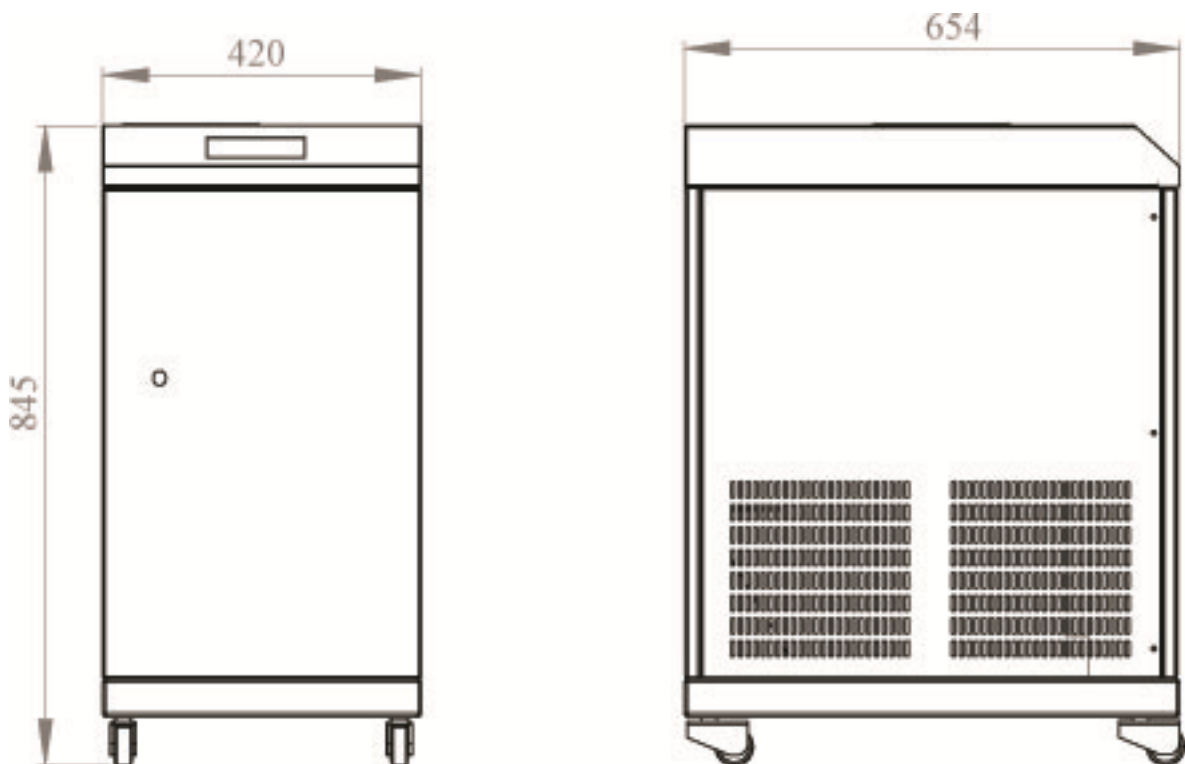

Рис.1. Габаритные и присоединительные размеры инвертора
4.28. Габаритные и установочные размеры инвертора приведены на рис. 1.
- 9.1. Габаритные и присоединительные размеры инвертора приведены на рис. 1.